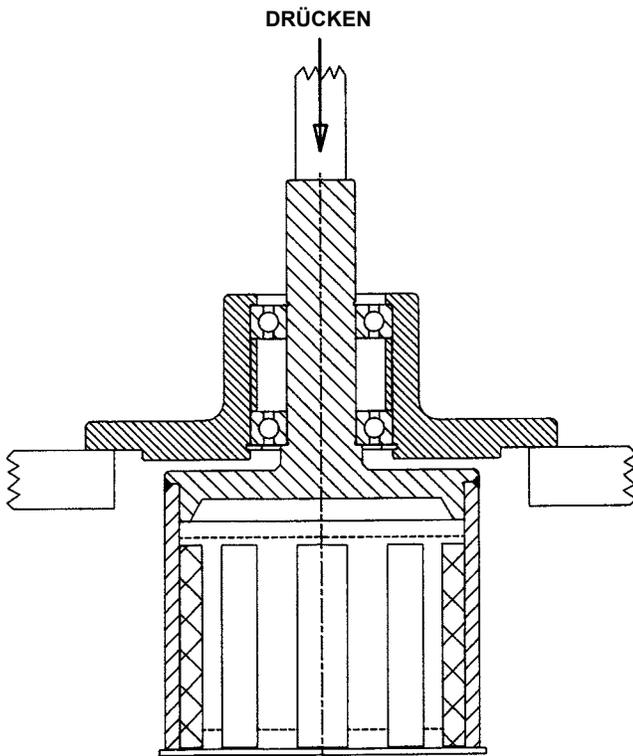

ABBILDUNG 13
- Entfernen Sie den externen Haltering von der Welle, Stellen Sie die Einheit in die Presse, und drücken Sie die Welle, wie in **Abbildung 13** dargestellt, heraus. Unterstützen Sie das äußere Ende des Magneten, so daß es nicht herausfällt und beschädigt wird.